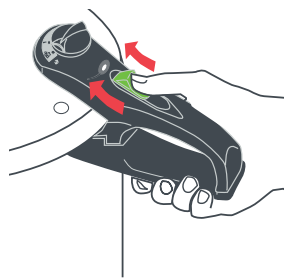

Fig.6
Botón apertura (4). Para abrir la tapa, deslizar el botón de apertura **HACIA DELANTE (HACIA EL INDICADOR DE PRESIÓN)**, tal y como se indica en la Fig 6. Si usted no cierra adecuadamente la tapa, el botón de apertura no se moverá. Incluso si usted pone la olla en el fuego, el vapor empezará a liberarse.